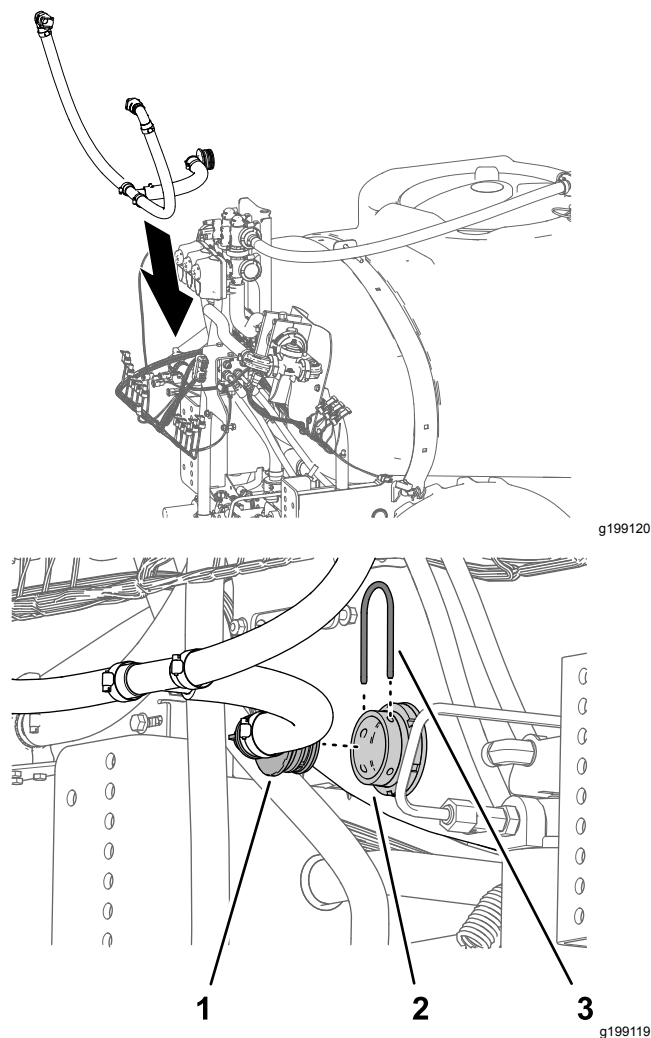

図 92
1. バイパスホースアセンブリを液剤タンクにセットする 図 92。